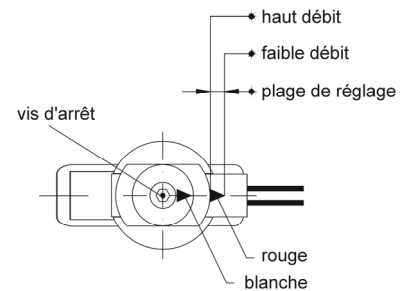
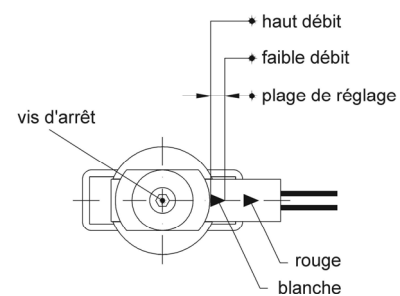

Fig. 18
Fig. 19
- Puis dévisser la vis d'arrêt (à six pans creux SW2,5 pour les modèles en laiton ou en acier spécial, et / ou cruciforme pour les modèles en plastique) et déplacer l'unité de commutation jusqu'à ce que la flèche rouge soit visible à l'entrée du guidage de l'unité de commutation si un contact de travail est désiré (Fig. 18) et la flèche blanche si un contact de repos est désiré (Fig. 19).